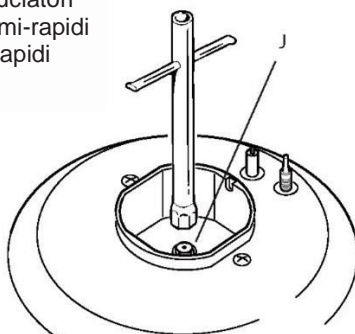
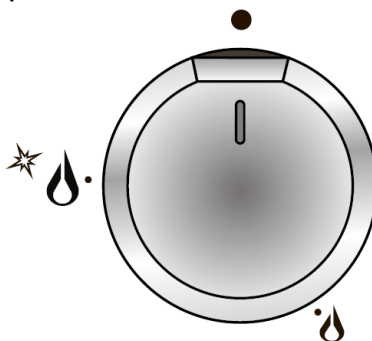

Fig. 2.2
Fig. 2.1
- Mediante una chiave, sostituire gli iniettori dell'ugello "J" (fig. 2.2, 2.3) con modelli più idonei al tipo di gas che si intende utilizzare.
La regolazione del flusso di gas ai bruciatori avviene agendo sulle manopole (mostrate in fig. 2.1) che controllano le valvole di sicurezza.
1. Premere la manopola corrispondente e ruotare in senso antiorario (fig. 2.2) fino alla posizione di massima fiamma contrassegnata dal simbolo  (fig. 2.1); tenere premuta la manopola fino a quando la fiamma non si è accesa. In caso di mancanza di corrente accendere il bruciatore con un fiammifero o una candela.